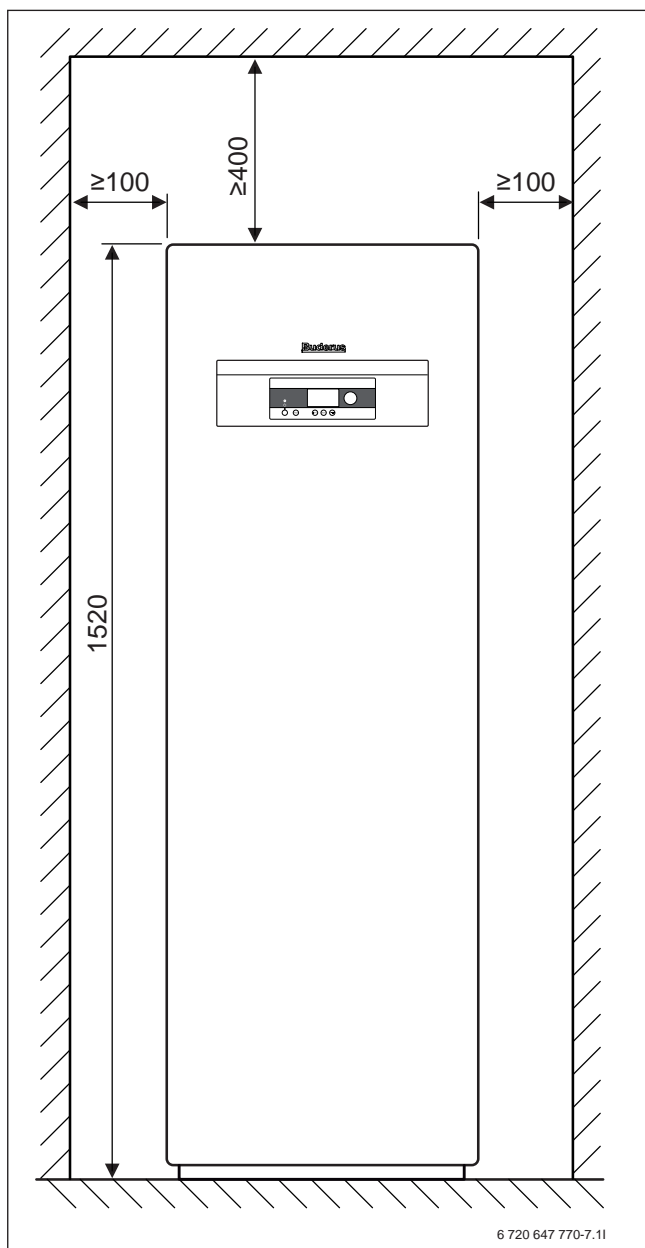

Bild 32 Mindestabstände der Wärmepumpen Logatherm WPS 6-1 ... WPS 17-1 (Maße in mm)
- Aufstellmaße (→ Bild 32, Seite 31)